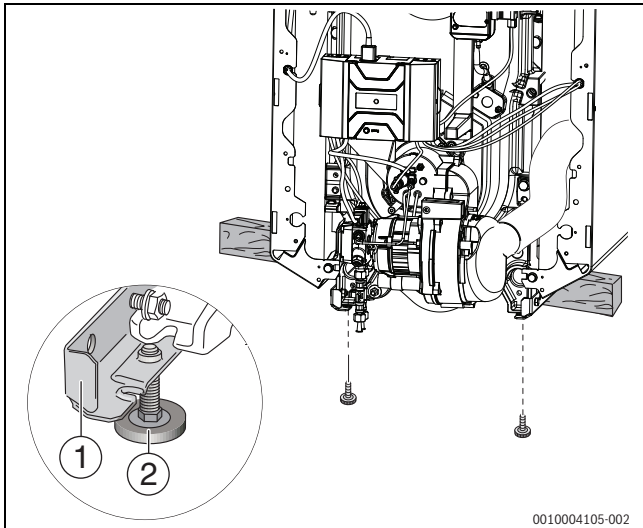

Bild 18 Stellfüße montieren
- ▶ Kessel mit Hilfe eines Transportmittels kippen (→ Bild 18, Seite 18).